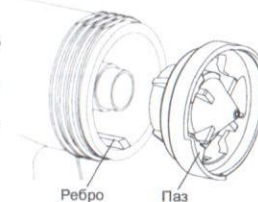

Рис. 9
- Во время установки сопла, следите, чтобы ребро и паз сопла совпали меж собой (См. Рис. 9).